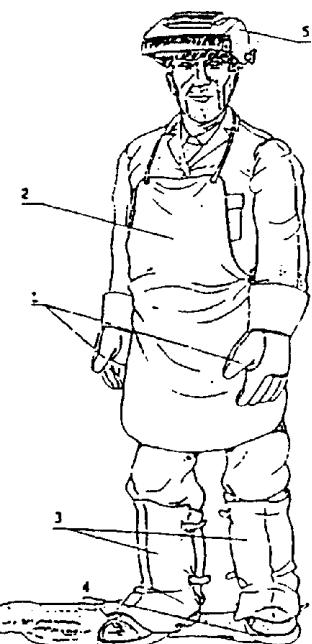

Fig. 1
- Användarna ska skydda kroppen genom att bära icke brännbara, tätt sittande skyddskläder utan fickor eller uppvikta byxben. Olja eller smörjfett ska noga avlägsnas från alla plagg innan de bärts. Användarna ska även bära slutna skyddsskor med tåhätta av stål och gummisulor (Fig. 1).